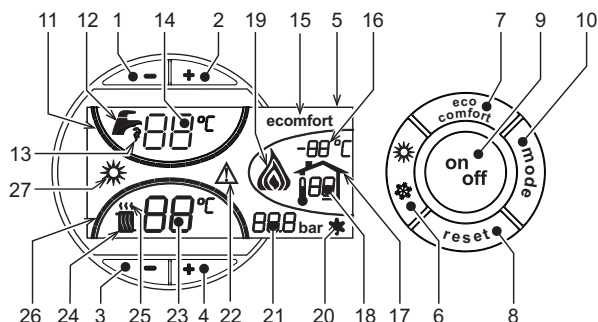
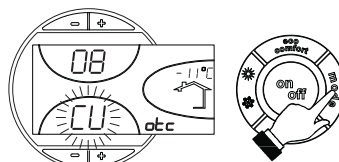

рис. 1 - Панель управления
рис. 11 - Кривая погодозависимого регулирования
О поступлении команды на включение отопления (от комнатного термостата или от пульта ДУ с таймером) предупреждает мигание индикатора теплого воздуха, установленного на радиаторе (дет. 24 и 25 - рис. 1).
Индиксные метки с подсветкой системы отопления (поз. 26 - рис. 1) загораются по мере приближения измеряемой датчиком температуры к заданному значению.
О поступлении команды на включение системы ГВС, генерируемой при заборе горячей воды, предупреждает мигание соответствующего индикатора на кране (поз. 12 и 13 - рис. 1). Убедитесь, что функция Comfort (поз. 15 - рис. 1) находится в активном режиме
Индиксные метки с подсветкой системы ГВС (поз. 11 - рис. 1) загораются по мере приближения измеряемой датчиком температуры к заданному значению.
При включенной системе нагрева воды в бойлере (заводская установка) на дисплее отображается символ режима COMFORT (поз. 15 - рис. 1); наоборот, если система нагрева выключена, на дисплее высвечивается символ режима ECO (поз. 15 - рис. 1)
Бойлер может быть выключен пользователем (режим ECO) нажатием кнопки eco/comfort (поз. 7 - рис. 1). Для включения режима "КОМФОРТ" снова нажмите кнопку "Экономичный"/"Комфорт" (поз. 7 - рис. 1).
Нажмите кнопку **Вкл/Выкл** (поз. 9 - рис. 1) на 1 секунду.
Для повторного включения котла снова нажмите кнопку **Вкл/Выкл** (поз. 9 - рис. 1) на 1 секунду.
- Нажмите кнопку ON/OFF (9 - рис. 1).
Нажмите клавишу **Лето/Зима** (поз. 6 - рис. 1) на 1 секунду.
На дисплее высвечивается символ "Лето" (поз. 27 - рис. 1). При этом котел будет вырабатывать только воду для ГВС. Остается активной система защиты от замерзания.
Для выключения режима "Лето" вновь нажмите клавишу **Лето/Зима** (Поз. 6 - рис. 1) на 1 секунду.
Температура в системе отопления регулируется в пределах от 30°C до 80°C с помощью клавиш (дет. 3 и 4 - рис. 1).
Температура в системе ГВС регулируется в пределах от 10°C до 65°C с помощью клавиш (поз. 1 и 2 - рис. 1).
При установке внешнего датчика (опция) на дисплей панели управления (поз. 5 - рис. 1) выводится текущая внешняя температура, измеряемая этим датчиком. При этом система управления котлом работает в режиме "Плавающая температура". В этом режиме температура воды в системе отопления регулируется в зависимости от внешних климатических условий с тем, чтобы обеспечить максимальный комфорт и экономии энергии в течение всего года. В частности, при увеличении температуры наружного воздуха уменьшается температура подаваемой в систему отопления воды в соответствии с определенной "характеристикой компенсации".
В режиме плавающей температуры величина, заданная с помощью клавиш регулировки отопления (поз. 3 и 4 - рис. 1), становится максимальной температурой воды системы отопления. Рекомендуется устанавливать ее на максимальную величину, чтобы позволить системе выполнять регулировку во всем полезном рабочем диапазоне.
При однократном нажатии на клавишу **Режим** (поз. 10 - рис. 1) отображается фактическая компенсационная кривая (рис. 11), которую можно изменить с помощью **клавиш системы ГВС** (поз. 1 и 2 - рис. 1).